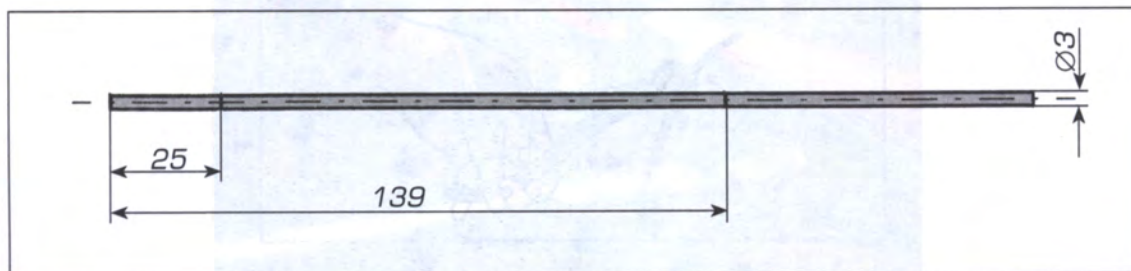

Рис. 169. Разметка заготовки
4. Разметьте заготовку (рис. 169).